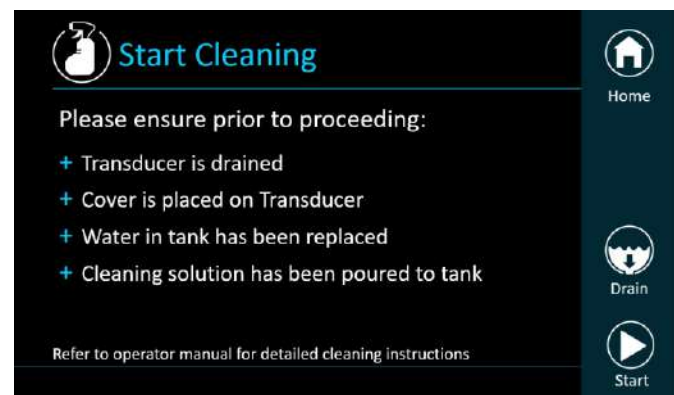

Figura 12-8: Menu “Limpeza”
O sistema passará para o Modo de Limpeza (Figura 12-8)
Step 13: Prima o botão “Iniciar” para começar a operação de limpeza (Figura 12-8). Aparecerá um temporizador com a contagem de tempo restante da limpeza do tanque (Figura 12-9)